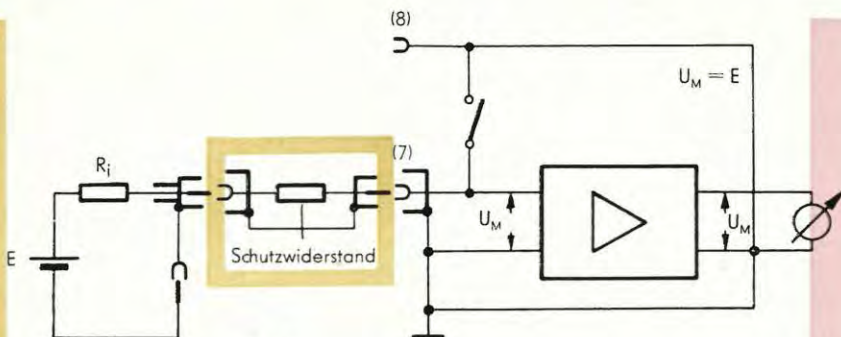

Abb. 1
Bereichsschalter (2) auf unempfindlichsten Meßbereich (10 V) stellen. Meßobjekt erst an Anschluß (8) oder Masse, dann an Eingangskontakt (7) anschließen. Erdtaste durch Druck und Rechtsdrehung öffnen. Bei offenem Eingang wird die angeschlossene Spannungsquelle vom Meßgerät nur mit dem Eingangswiderstand $R_e > 10^{15} \Omega$ belastet (Abb. 1).